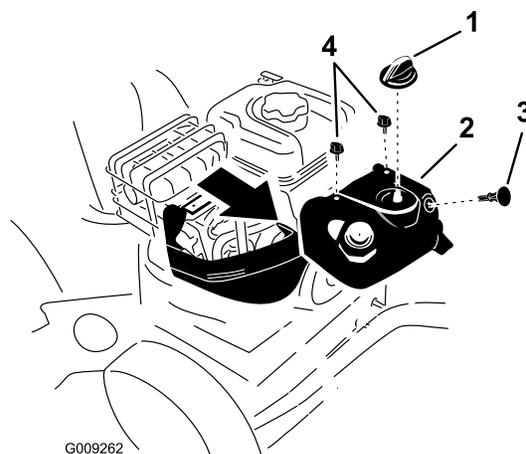

Figure 57
Remarque: Vous devez déposer le capot anti-neige pour accéder à la bougie d'allumage (Figure 57).
1. Enlevez la commande de starter et la clé de contact (Figure 57).
2. Enlevez les 2 vis qui fixent le capot anti-neige à la machine (Figure 57).